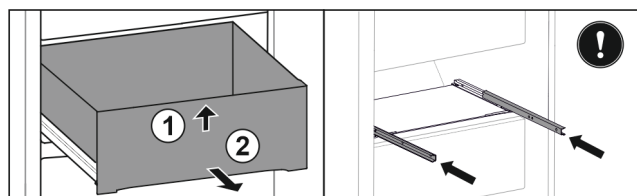

Fig. 28 *
- Sollevare il cassetto sul lato anteriore Fig. 28 (1)*
- Rimuovere tirando in avanti Fig. 28 (2)*